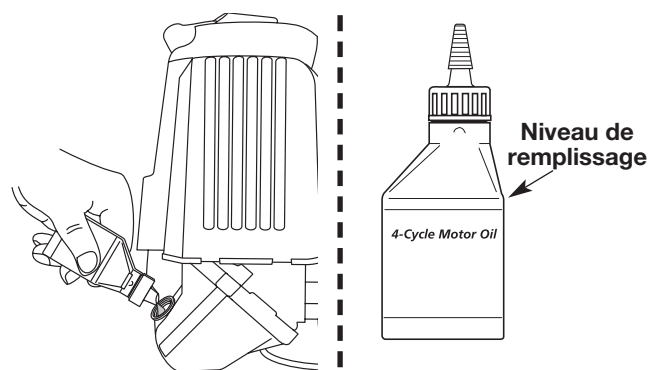

Fig. 43
**REMARQUE :** Mesurez la quantité nécessaire à l'aide de la bouteille et de la buse utilisées lors de la mise en service. 90 ml (3,0 fl oz) correspond environ au haut de l'étiquette de la bouteille (Fig. 43). Vérifiez le niveau d'huile avec la jauge. S'il est trop bas, ajoutez un peu d'huile par l'orifice et revérifiez. Ne remplissez pas trop (Fig. 43).